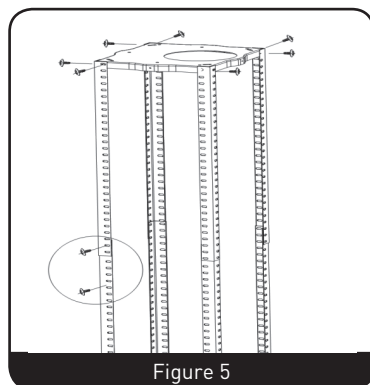

Figure 5
- Assemblez les barres d'angle sur la plaque de fixation avec 8 vis M5. (Figure 5)
- Allongez les barres d'angle à la longueur requise, puis fixez-les en position avec 16 vis et écrous M5 et avec les rondelles en métal. (Figure 5)